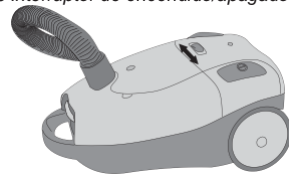

Figura 7 Regulador de potencia de aspiración
9. Puede regular la potencia de aspirado mediante el botón correspondiente, véase la Figura 7. Para aspirar muebles tapizados o cortinas se aconseja reducir la potencia de aspirado. De esta forma se evita que los tejidos sean aspirados al interior de la boquilla.